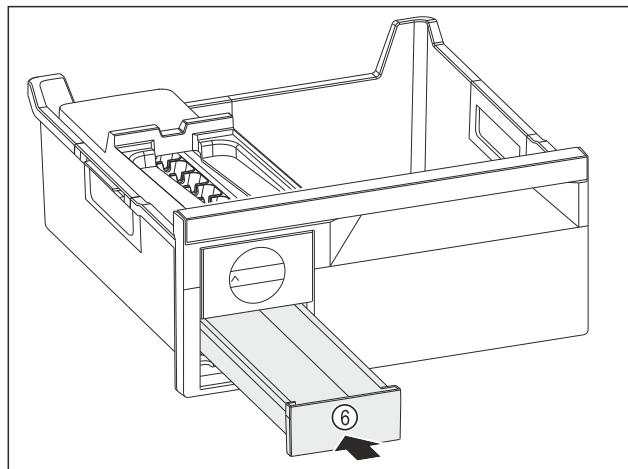

Fig. 217
- ▶ Вкарайте чекмеджето за ледени кубчета Fig. 217 (6).